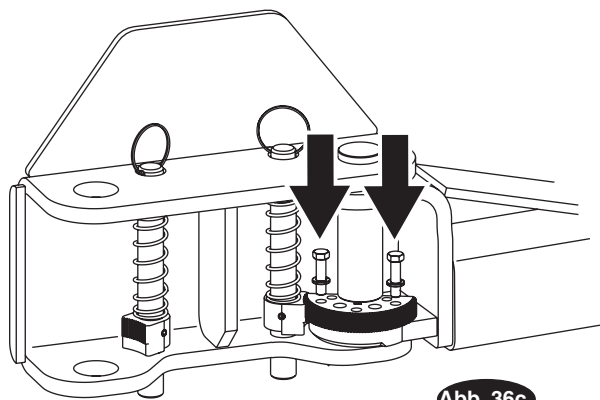
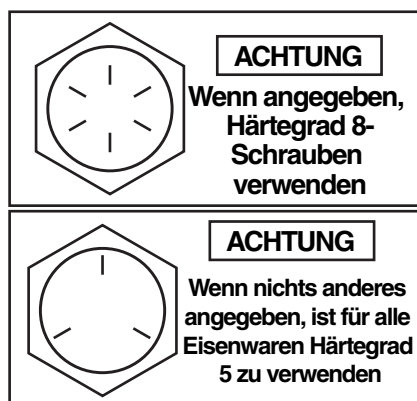

Abb. 36c
Abb. 37
Dann die (3) 3/8"-16NC x 1-1/2" HHCS, Härtegrad 8, (insgesamt 12 für alle 4 Arme) und 3/8" Federringe in der Führung und Arm montieren, aber nicht anziehen. Abb. 36c, Abb. 37 und Abb. 38 beachten.